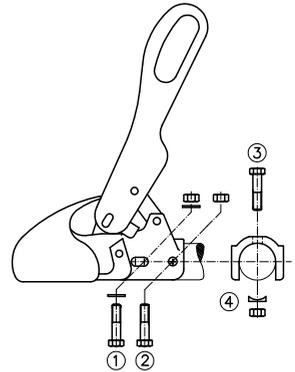

Figura 3: collegamento
I giunti sferici WS 3000-H/LB sono esecuzioni speciali per freni ad inerzia e vengono montati con avvitamento incrociato (1)+(3) ed un passo dei fori di 40 mm (figura 3).
2.2 Se il giunto sferico WS 3000/3500 viene impiegato come sostituzione per un altro tipo di giunto, in relazione ai dispositivi ad inerzia, si deve assicurare che gli ammortizzatori vengano nuovamente montati in modo conforme alle prescrizioni e che i tubi distanziatori eventualmente presenti nel tirante vengano inseriti correttamente. Come mezzo ausiliario per il WS 3000-D si prega di utilizzare i perni compresi nella fornitura Ø 12x34 mm oppure Ø 12x49 mm, a seconda del diametro del timone. Per quanto riguarda il WS 3500-D, utilizzare perni Ø 14x63 come punzoni in occasione dello smontaggio della vite di fissaggio (2) o (3) (figura 3), a seconda del tipo di fissaggio dell'ammortizzatore. Nel corso del montaggio e dello smontaggio del giunto sferico questi perni devono essere lasciati inseriti nel tirante a scopo centratura dell'ammortizzatore. In occasione dell'inserimento delle nuove viti di fissaggio, rimuovere nuovamente i perni.